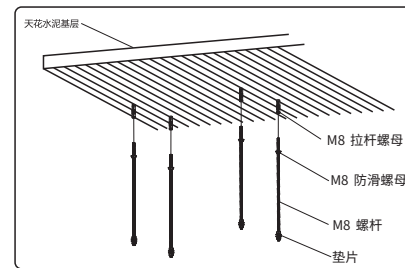

图3
- 3.依照图3的顺序,将M8拉杆螺母旋入水泥基层孔位,再依次套入拉杆螺母、防滑螺母、螺杆以及垫片。注意每一处必须确认已固定拧紧,谨防意外发生。